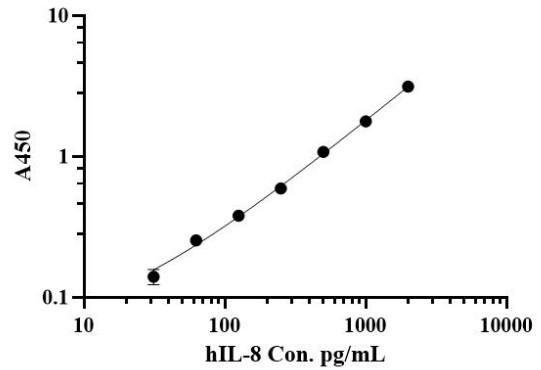

图 7. 典型人 IL-8 ELISA 的标准曲线
- 典型的标准曲线如图 7 所示。因操作条件的不同, 每次进行实验时, 应当重新绘制标准曲线。确保结果准确。